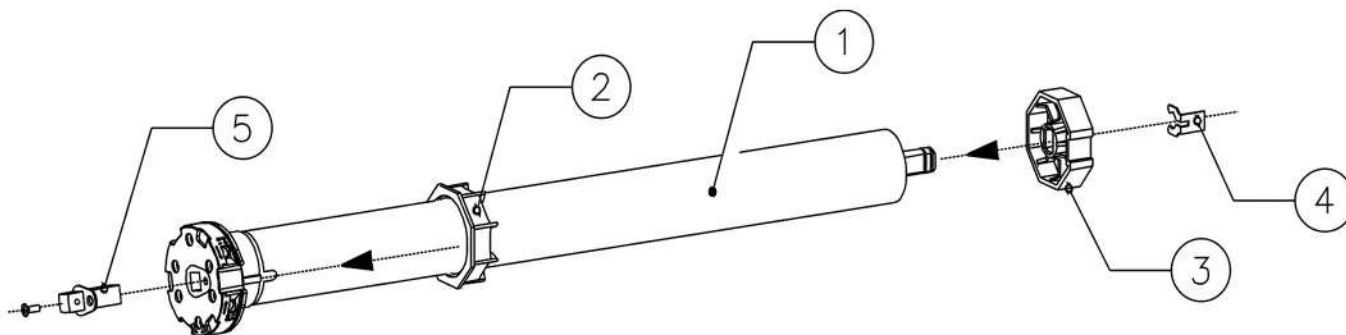
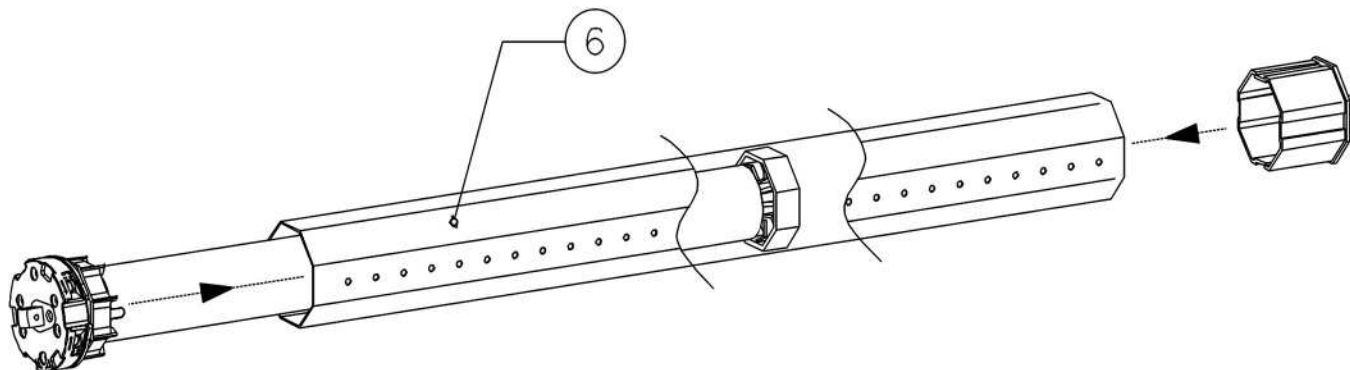
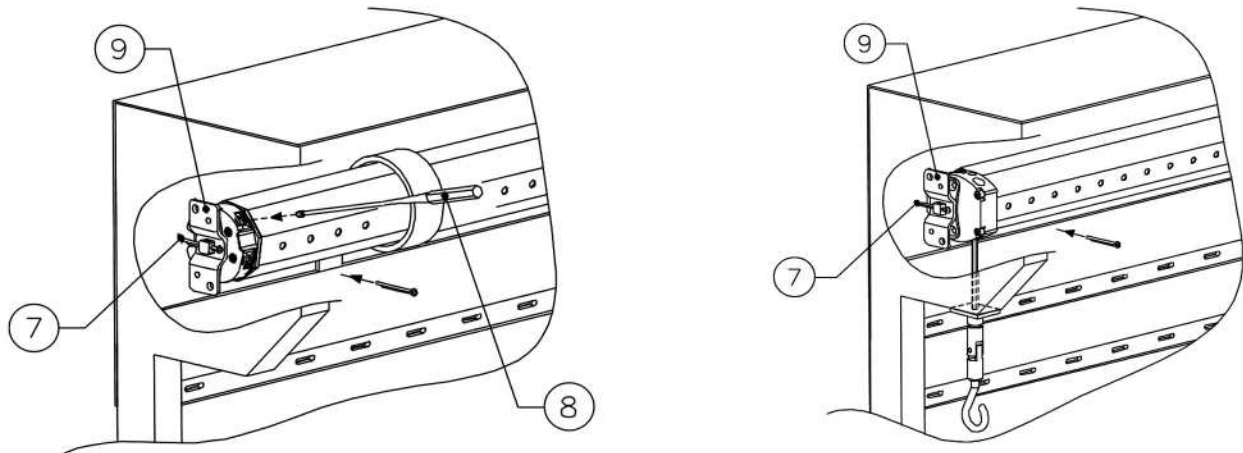
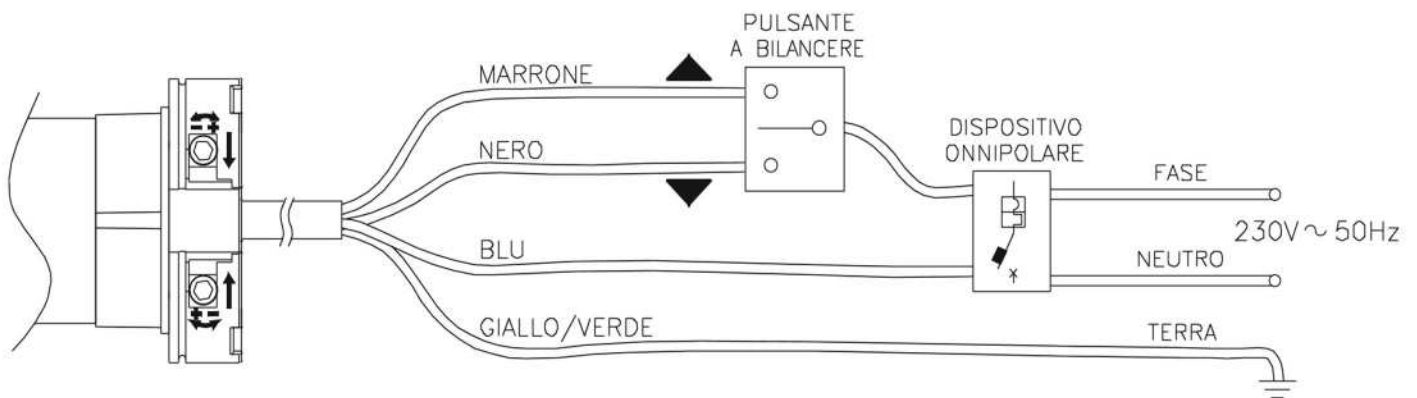

Fig.1
Fig.2
Fig.3
Fig.5
Haciendo referencia al esquema de montaje, preparar el motorreductor en la siguiente secuencia de operaciones: **A)** Introducir la corona de final de recorrido (2) en el motorreductor (1) hasta colocarlo en el correspondiente anillo de final de recorrido haciendo coincidir las dos ranuras; empujar hasta el tope como se indica en la fig. 1. Introducir la polea de arrastre (3) en el arbol del motor y bloquearla con su correspondiente cierre (4). **B)** Introducir el motorreductor montado de esta forma en el tubo de recogida (6) hasta introducir también las extremidades de la corona (2), (ver fig. 2.) Fijar la polea de arrastre (3) al tubo de recogida (6) con un tornillo, de forma que se eviten posibles deslices y movimientos axiales del motor. **C)** Al final bloquear la extremidad del motorreductor en la abrazadera (9) mediante la chaveta (7) que se entrega (fig.3). **D)** Antes de enganchar la tela al rodillo realizar la conexión eléctrica como se muestra en la fig. 5. **E)** Presionar el pulsador de subida y bajada para comprobar la rotación del rodillo en la recogida y/o como se desenrolla la tela (en caso contrario invertir los cables negro y marrón) A este punto, presionar el pulsador de bajada hasta la completa parada de la rotación del rodillo. Enganchar la tela al rodillo y presionar el pulsador de subida hasta que se pare la tela. Proceder entonces con la regulación del final de recorrido a través del reglador (8).